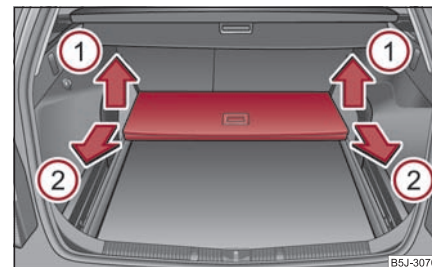

Abb. 82 Gepäckraum: variablen Ladeboden herausnehmen
- Heben Sie den Ladeboden in Pfeilrichtung ① an ⇒ Abb. 82 und nehmen Sie den Ladeboden durch Ziehen in Pfeilrichtung ② heraus ⇒ Abb. 82.